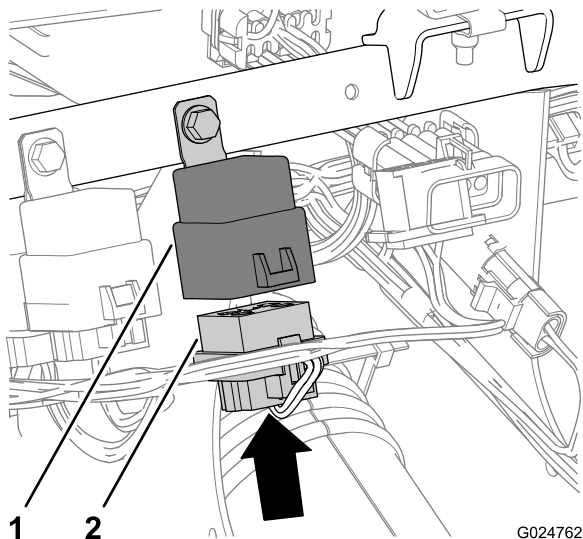

Figura 38
3. Ligue o conector de 5 bornes da cablagem frontal da máquina (rotulado “FRONT DIFF RELAY”) ao conector de 5 bornes do relé (Figura 38).